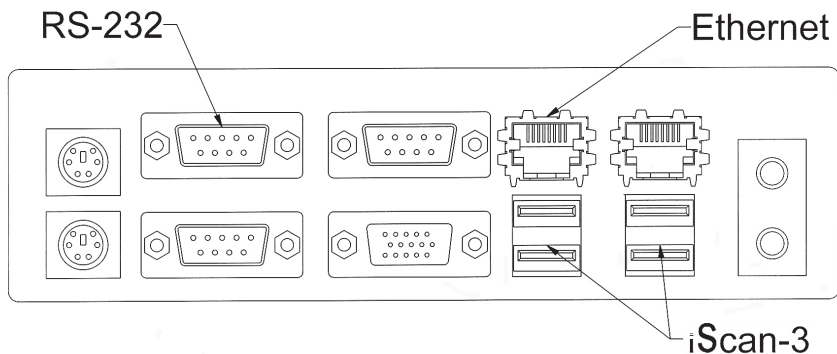

Рисунок 7. Задняя панель вычислителя. Схема подключения.
8.4 Подсоедините к вычислителю USB-кабель, для подключения к нему иридосканера, кабель питания иридосканера и кабель питания сетевой, как показано на схеме подключения (**рис.7**). Для подключения вычислителя к исполнительным механизмам АСКУД используется интерфейсный кабель RS-232 и левый верхний COM-порт на задней панели вычислителя. Для подключения устройства к вычислительным ресурсам АСКУД используется сетевой интерфейс Ethernet и левый сетевой разъем на задней панели.